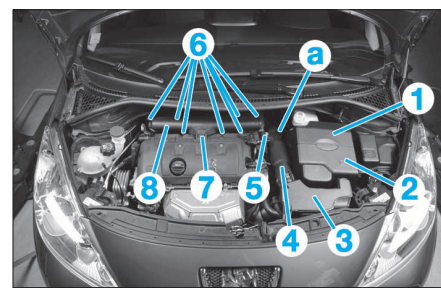

FIG. 49
- Déposer le cache de batterie (2) (Fig.49).
- Déposer la protection (1).
- le résonateur (3)
- la vis (5)
- le raccord (4)
- les vis (6) et (7) du couvercle de filtre à air
- le couvercle (8).